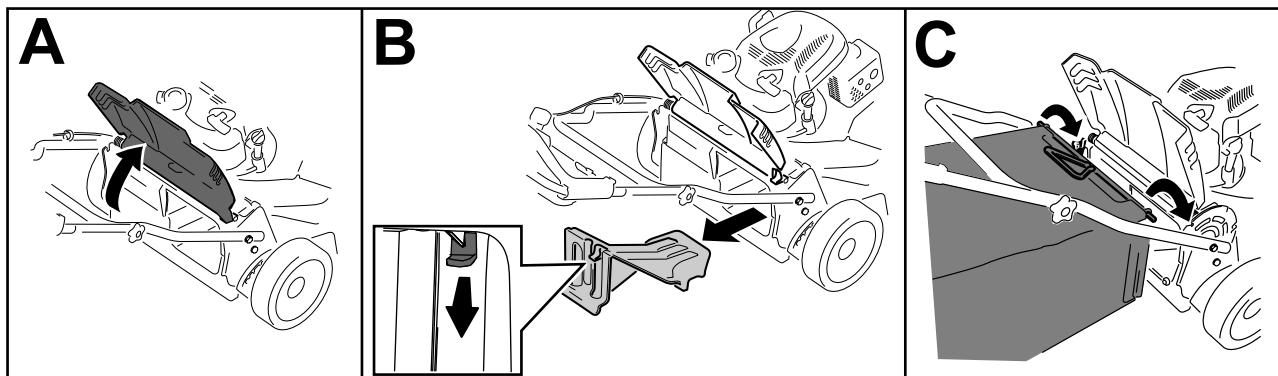

Bild 24
1. Heben Sie das hintere Ablenklech an und halten Sie es hoch (A in Bild 24).
2. Drücken Sie zum Entfernen der Heckauswurfklappe den Riegel mit dem Daumen nach unten und ziehen die Klappe aus der Maschine (B in Bild 24).
3. Setzen Sie die Fangkorbstange in die Kerben an der Unterseite des Holms ein und bewegen den Fangkorb nach vorne und hinten, um sicherzustellen, dass die Stange richtig in den Kerben sitzt (C in Bild 24)